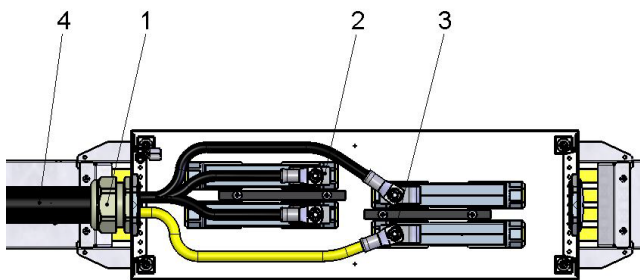

Abb. 45: Mögliches Anschlussschema bei Tragprofilsystem ProShell 128
1. Die Anschlussleitungen (4) sind nicht im Lieferumfang enthalten (siehe Abb. 45).
2. Das Anschließen der Leitungen an den Rohrkabelschuhen (2 und 3) der Schleifleitungseinspeisung wird durch den Kunden vorgenommen (siehe Abb. 45).
3. Eine Zugentlastung für die Anschlussleitung (4) muss bauseits angebracht werden. Die Rundverschraubung (1) am Klemmenkasten darf nicht als Zugentlastung verwendet werden (siehe Abb. 45).